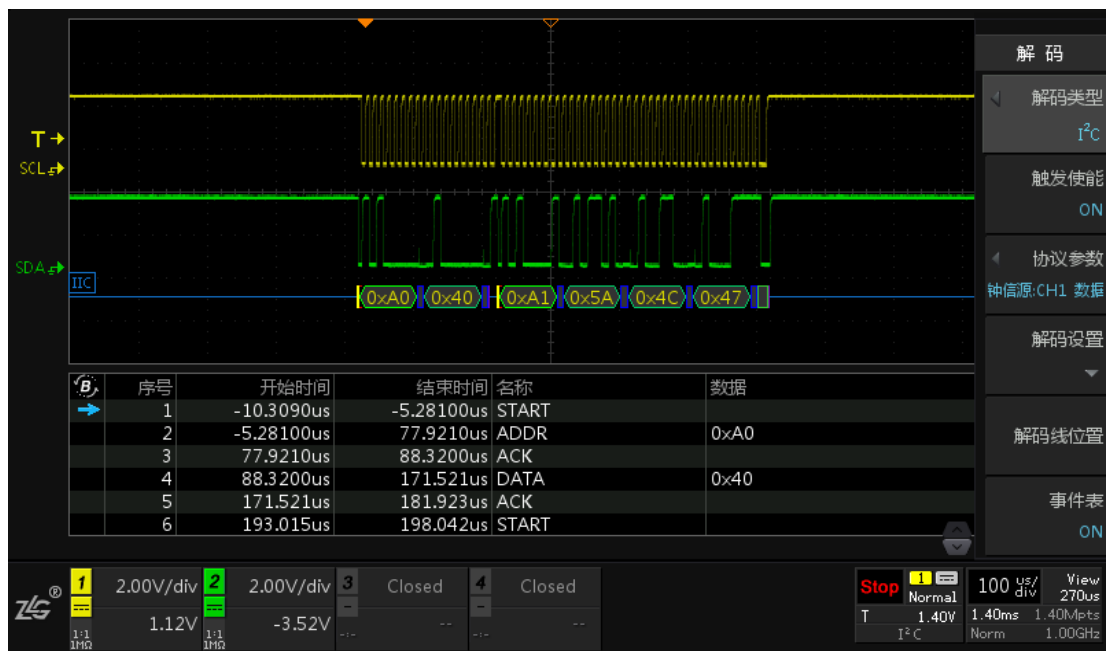

图 15.25 I2C 协议解码图（7 位地址模式）
- 7、按下【事件表】软键，使其显示 ON，用户可以通过查看事件表更清晰地了解 I²C 协议信号。同时可以通过旋转旋钮 B 来查看各个事件，在停止状态下，短按旋钮 B 可定位到选中的解码事件，如图 15.25。在停止状态下可点击【事件导出】，具体可参考 22.4 报表生成。